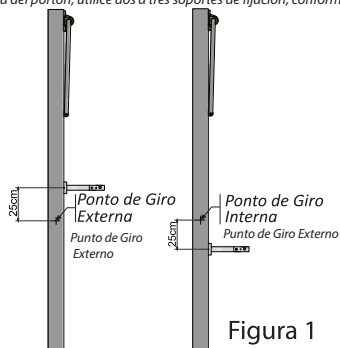

Figura 1
- 1º Passo** - Retire o parafuso M6x30mm da bucha de junção fixa no fuso, conforme figura 1 abaixo;
- 1º Paso* - Retire el tornillo M6x30mm del casquillo de unión fijado al husillo, como se muestra en la figura 1 abajo;